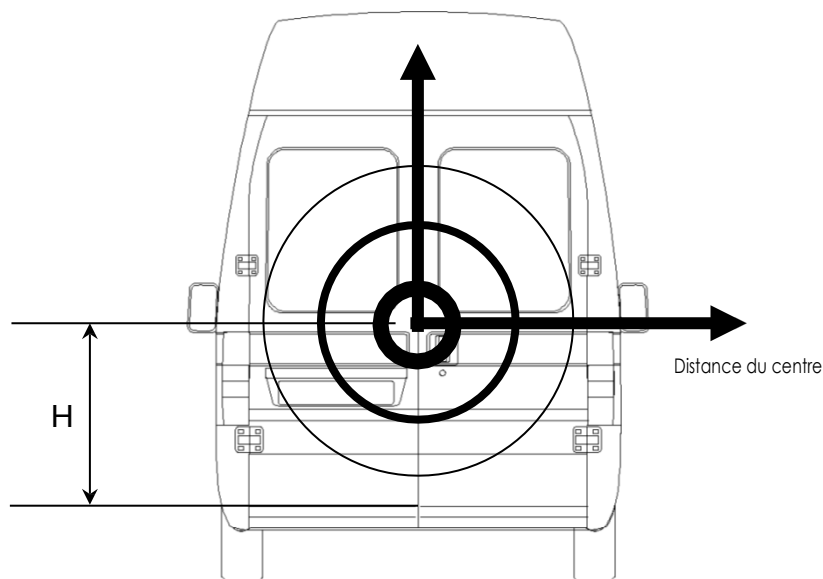

Fig.4
- Le positionnement de la plaque de blindage par rapport au bord inférieur de la porte "H" doit être tel qu'il maximise l'efficacité, donc le plus près possible du centre de la porte (voir fig. 4) afin de réduire l'effet de levier.